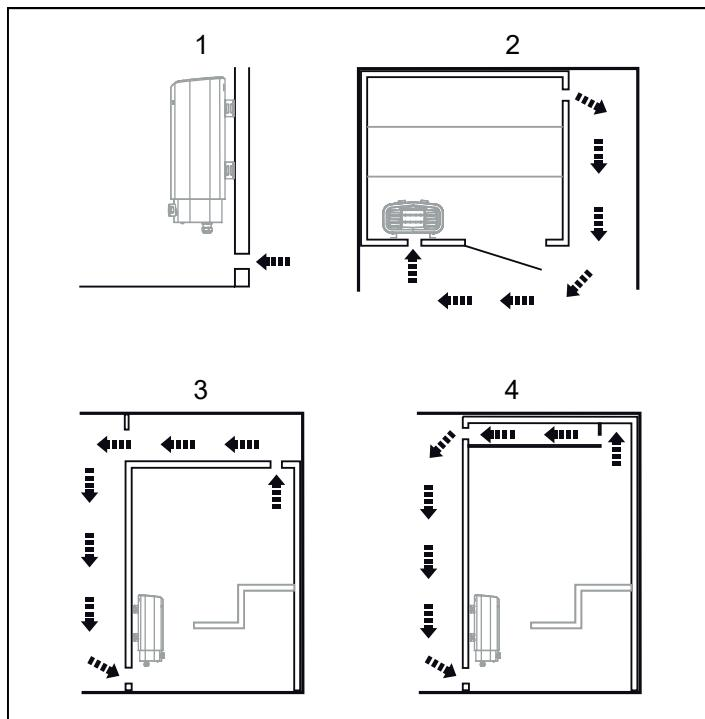

Fig 4: In- och utluftventilens placering
- Ventilation av bastu ska utföras enligt instruktioner i denna manual (se Avsnittet Inluftsventilens placering, se fig 4, Avsnittet Utluftsventilens placering, se fig 4).
- Placer inluftsventilen (se Avsnittet Inluftsventilens placering, se fig 4).
- Placer utluftsventilen (se Avsnittet Utluftsventilens placering, se fig 4).
- med maximalt avstånd till inluftventilen, t.ex. i diagonal (se Fig 4).
- högt på väggen eller i taket (se Fig 4).